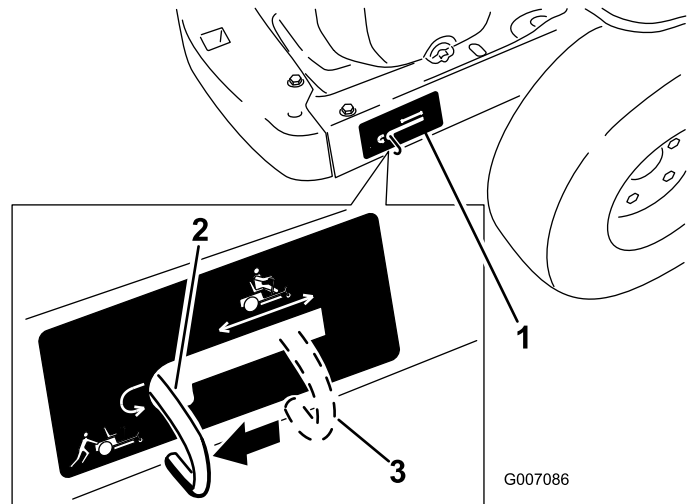

Figure 23
- Déplacez les leviers de dérivation en arrière, puis abaissez-les pour les bloquer en place comme illustré à la Figure 23 et désengager les moteurs de roues. Répétez cette procédure de chaque côté de la machine.
Levez les leviers de dérivation et poussez-les en avant jusqu'au **centre** de la fente horizontale (Figure 23) pour engager les moteurs de roues.